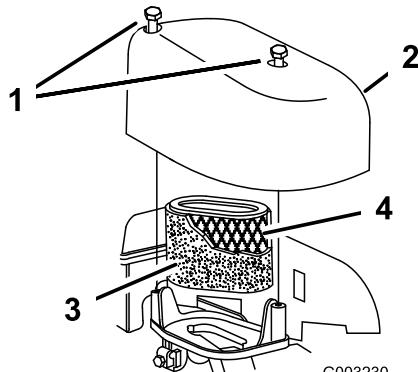

**Bild 37**
4. Füllen Sie das Öl **langsam** in den Einfüllstutzen ein, um den Ölstand auf die Marke **Voll** am Peilstab anzuheben. Bild 37 **Füllen Sie nicht zu viel ein.** Max. Füllstand: 0,77 l des Typs: Waschaktives SAE 30W-Öl mit der Klassifizierung SF, SG, SH, SJ, SL oder höher durch das American Petroleum Institute (API).)